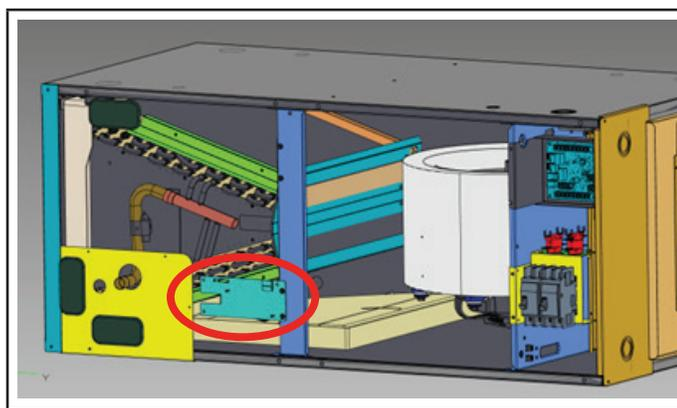

FIGURE 9
- 3 - Les panneaux du ventilo-convecteur étant retirés, installez le support du capteur sur l'unité en alignant les trous du support central comme illustré sur la figure 9. Remarque : le capteur doit être orienté vers l'intérieur de l'unité.